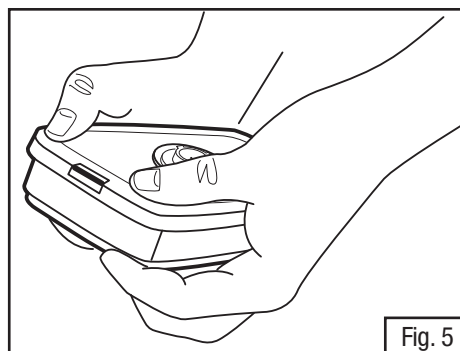

Fig. 5
2. Enfoncer l'encoche arrière de la même façon, en plaçant les pouces et les doigts de la même manière. Un déclic se fait entendre lorsque chaque languette est enclenchée (Fig. 5).